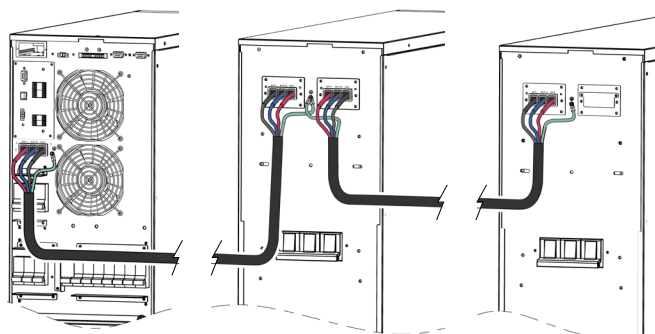
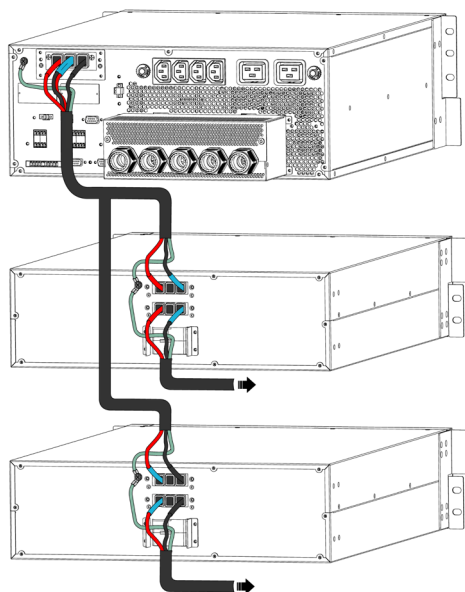

Fig. 43. Connexion entre l'onduleur et une ou plusieurs armoires de batteries.
Fig. 45. Raccordement entre l'onduleur version rack 15 et 20 kVA et une ou plusieurs armoires de batteries.
l'onduleur au négatif des batteries ; une couleur de neutre de l'onduleur à la prise moyenne de batteries (N). Utiliser un câble vert-jaune pour interconnecter les prises de terre, voir Fig. 43. Les Fig. 8, Fig. 9 et Fig. 10 illustrent plus en détail les connecteurs de batteries et leur terre respective.
- Pour les autonomies étendues comprenant **plusieurs modules ou armoires de batteries**, la connexion sera toujours en parallèle entre eux et l'équipement (voir Fig. 43 à Fig. 45).